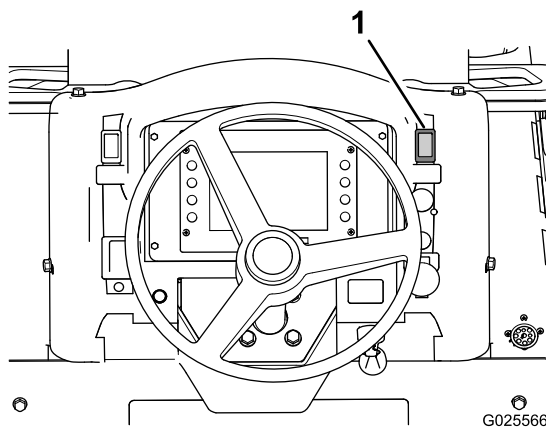

Figura 39
1. Mova a chave do freio de estacionamento (Figura 39) para cima para acionar o freio de estacionamento.